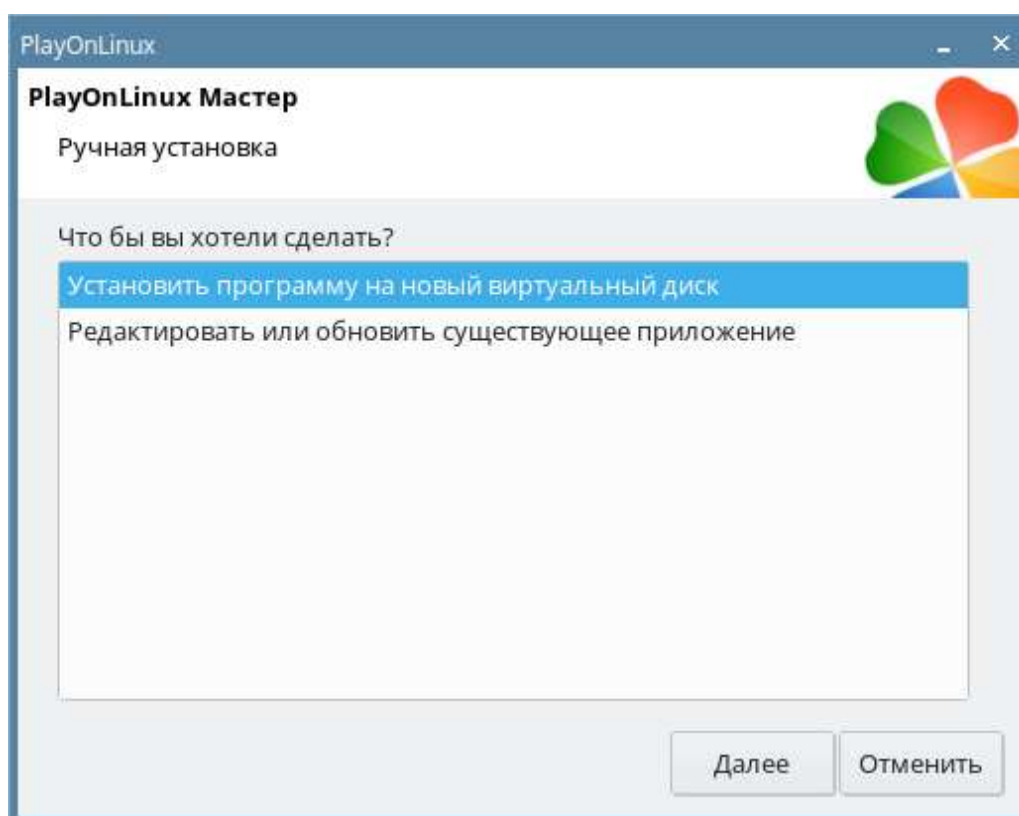

Рис. 9.29 Установка на виртуальный диск
9. Нажмите на пункт «**Установить программу на новый виртуальный диск**» (Рис. 9.29).